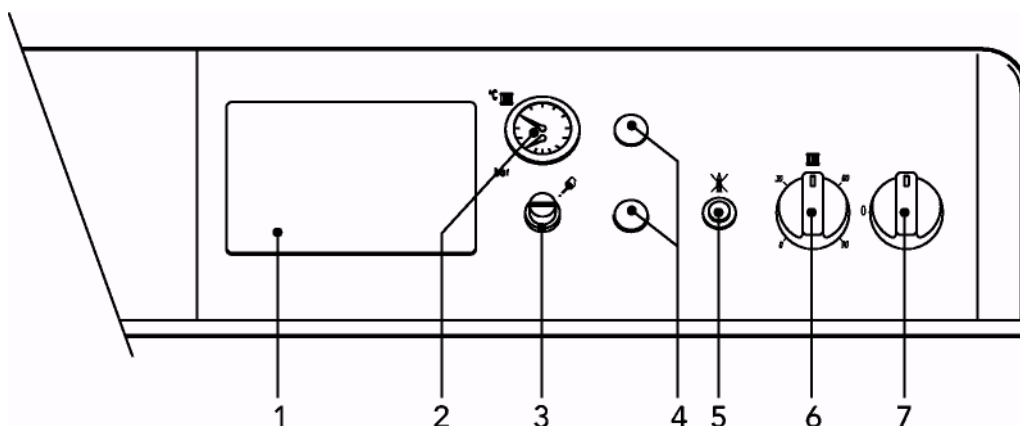

рис. 1
- Приведите переключатель котла "8" в положение 1 (рис. 1).
- Если котел снабжен центральным электронным термостатом, установленным в положение 1 на рис. 1, пользователь должен также следовать инструкциям, предоставленным производителем этого термостата.
При повороте рукоятки 7 на рис. 1 по часовой стрелке, температура воды для нагрева увеличивается, а при повороте против часовой стрелки уменьшается. Температура может варьироваться от минимальной 30° до максимальной 90°. Однако мы рекомендуем не задавать при работе котла температуру ниже 45°.
Задайте при помощи термостата среды нужную вам температуру в помещениях. По команде термостата среды котел начнет работать, и вода в оборудовании будет нагрета до температуры, заданной термостатом регулировки котла 7 на рис. 1. По достижении нужной температуры в помещениях, генератор отключается.
Давление подачи в холодное оборудование, отмечаемое водомером котла пункт 2 на рис.1, должно составлять около 1,0 бар. Если во время работы котла давление в оборудовании падает (из-за испарения растворенных в воде газов) до значений ниже указанного минимума, пользователь должен довести его до первоначального значения при помощи вентилля подачи. По окончании операции нужно обязательно закрыть вентиль подачи воды.